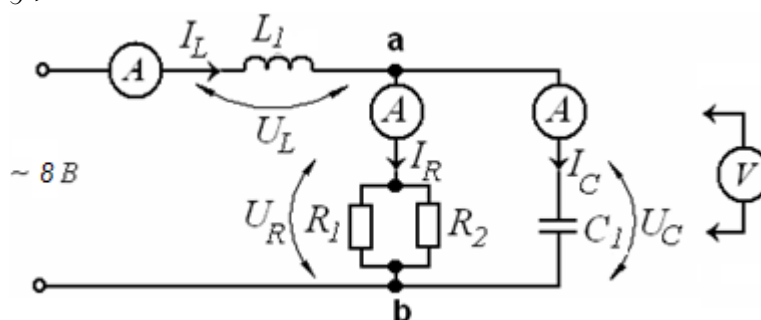

Рисунок 4.2 – Схема эксперимента
1. Рассчитать токи и напряжения на участках цепи, изображенной на рис. 4.2, по формулам:
3. Собрать схему (рис. 4.2), подать на вход переменное напряжение до 8 В с частотой 50 Гц, измерить токи и напряжения на участках цепи. Показания приборов занести в таблицу 4.1.